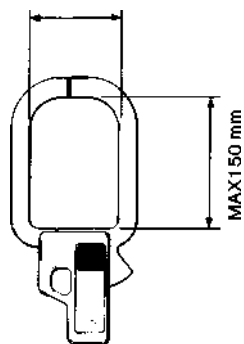

Рис. 13.
- (1) как показано ниже, откройте трансформируемые клещи модели 2005 или 2006 и зажмите их на съемной катушке модели 8008 MULTI-TRAN , позволяющей измерить до 2000 А переменного тока. Так как уровень мощности варьируется от 10 до 1, считайте данные с модели 2006 и умножьте их на 10 (рис. 13).